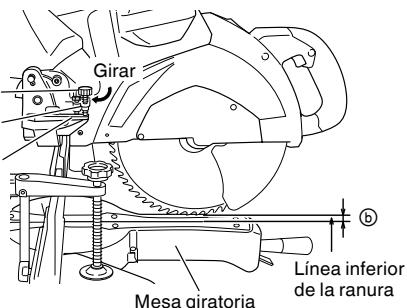

Fig. 48
- (1) Gire el soporte del tope en la dirección indicada en la Fig. 48.